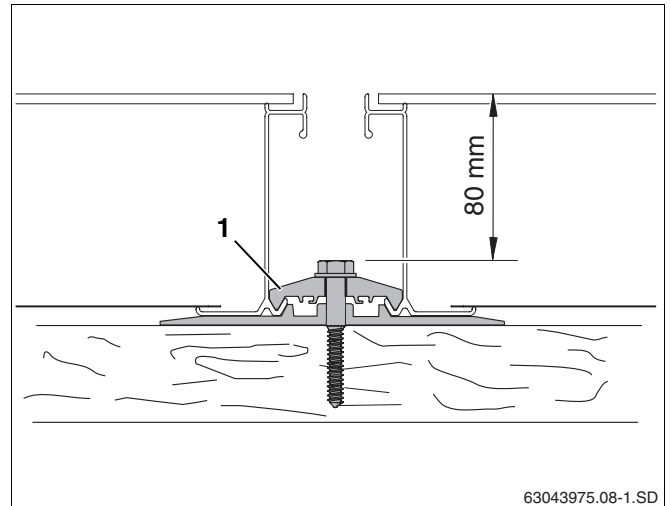

Fig. 27 Atornillar el elemento de sujeción bilateral
- ▶ Apriete el tornillo del elemento de sujeción bilateral (fig. 27, **pos. 1**). Utilice para ello una llave de tubo de tamaño 10 y de 80 mm de longitud como mínimo.